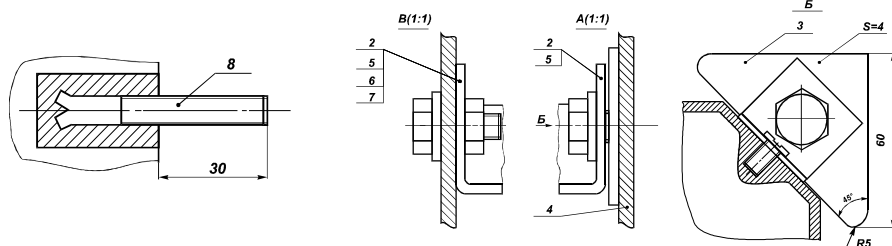

Рис. 2. Монтажный чертёж.
4.1. Монтажные размеры приведены на рис. 2.